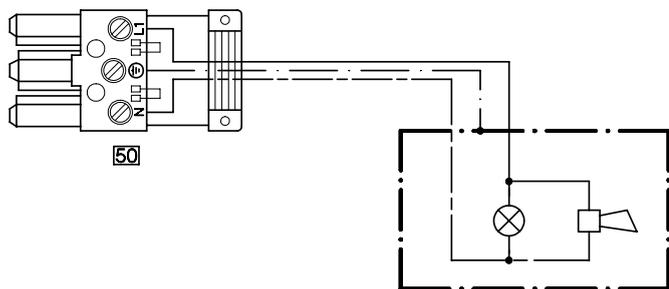

Fig. 9
1. Allacciare il dispositivo segnalazione guasti al collegamento ad innesto 150 come da fig. 9.